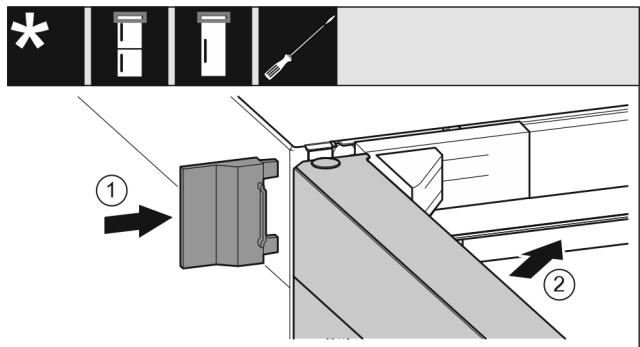

Fig. 22
- ▶ Nataknite vanjski pokrov. Fig. 22 (1)
- ▶ Zatvorite gornja vrata. Fig. 22 (2)